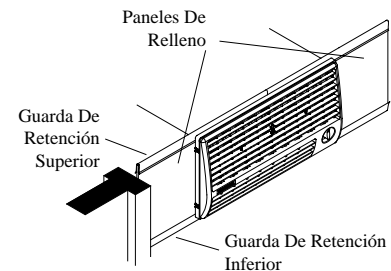

Fig. 3
Coloque dos guardas de retención en la parte inferior de la pestaña del cuello del enfriador y ajústelas al ancho de la ventana. Corte las guardas si es necesario. Éstas sujetan a los paneles de relleno (fig. 3).
- Instale los paneles de relleno. Coloque un panel de relleno a cada lado de la rejilla y dentro de la banda de retención situada en la parte inferior de la rejilla. Coloque las otras guardas de retención en la parte superior de la pestaña del cuello y los paneles de relleno. Compruebe que los paneles queden bien ajustados contra el cuello. (Véase Fig. 3).